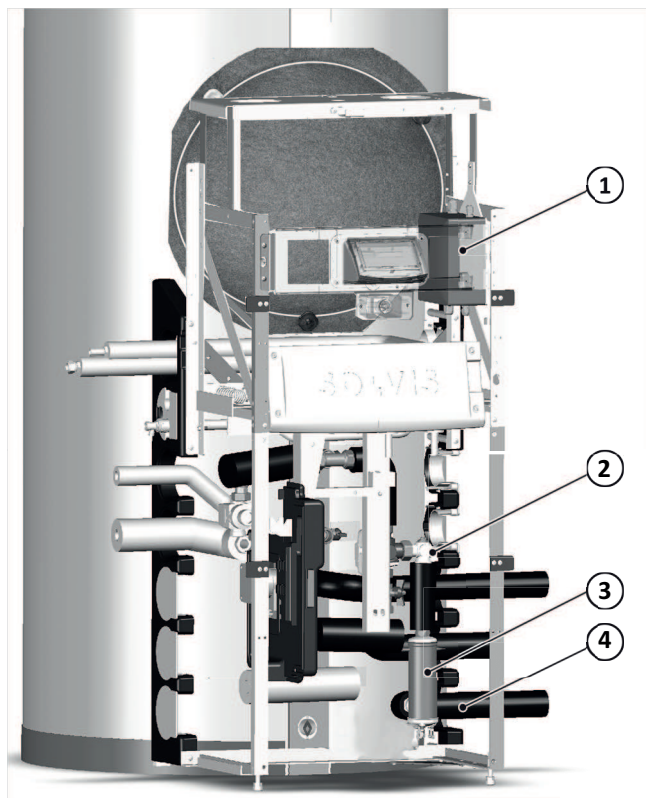

Fig. 31: Posición de los componentes en el módulo de carga
→ La Fig. 31 muestra la posición la caja de conexiones (1) y el cartucho calefactor (3) en el módulo de carga. Los tubos de conexión para el avance de la bomba de calor y de
1. Atornille la caja de conexiones al módulo de carga, véase ➔ fig. 31 (1).